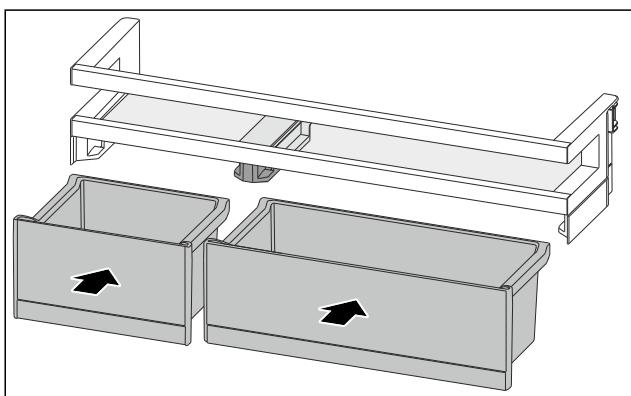

Fig. 98
- VarioBoxen in getauschter Anordnung einsetzen. (siehe Fig. 98)